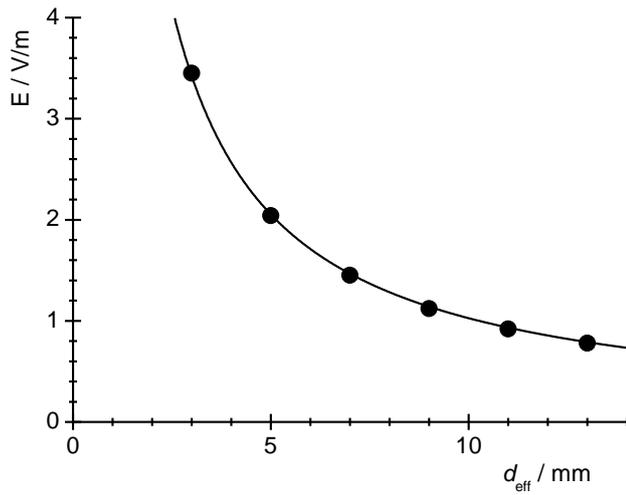
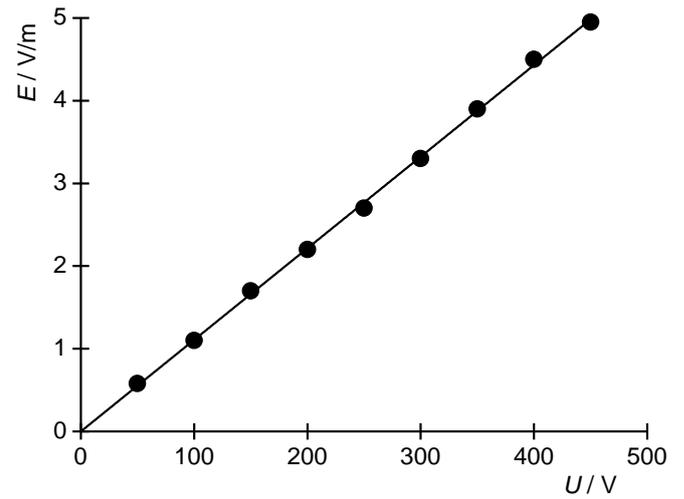

Fig. 3: Champ électrique dans le condensateur à plaques en fonction de l'écart de plaques effectif pour $U = 100 \text{ V}$.
Fig. 4: Champ électrique dans le condensateur à plaques en fonction de la tension appliquée U pour $d_{\text{eff}} = 10 \text{ mm}$.
- Représentez dans un graphique les intensités de champ électriques mesurées E en fonction de l'écart de plaques effectif d_{eff} (Tab. 2) et de la tension appliquée U (Tab. 3) (Fig. 3, 4).
- Le rapport hyperbolique entre l'intensité de champ électrique et l'écart de plaques effectif (Fig. 3) et le rapport linéaire avec la tension appliquée (Fig. 4) selon l'équation (2) sont confirmés.